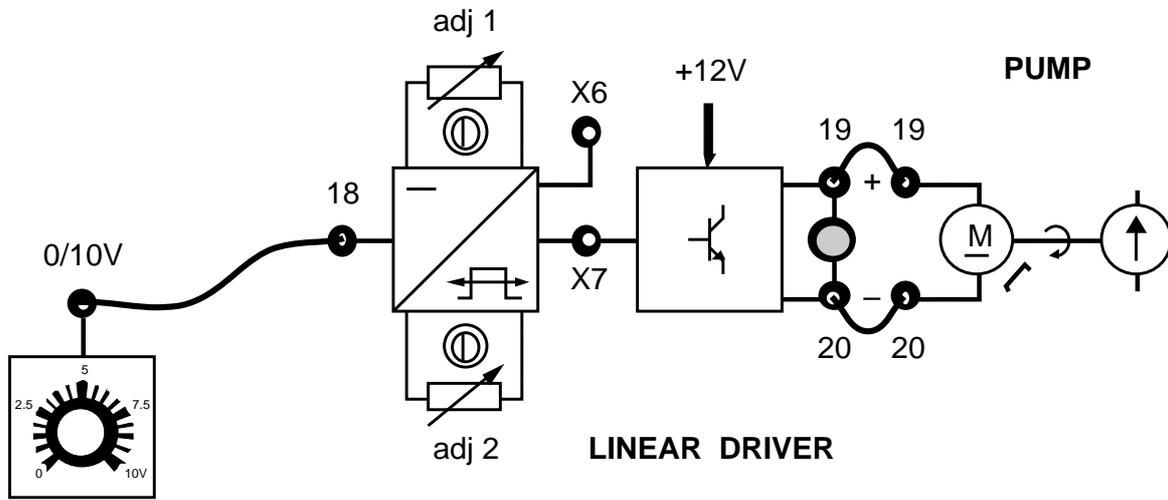
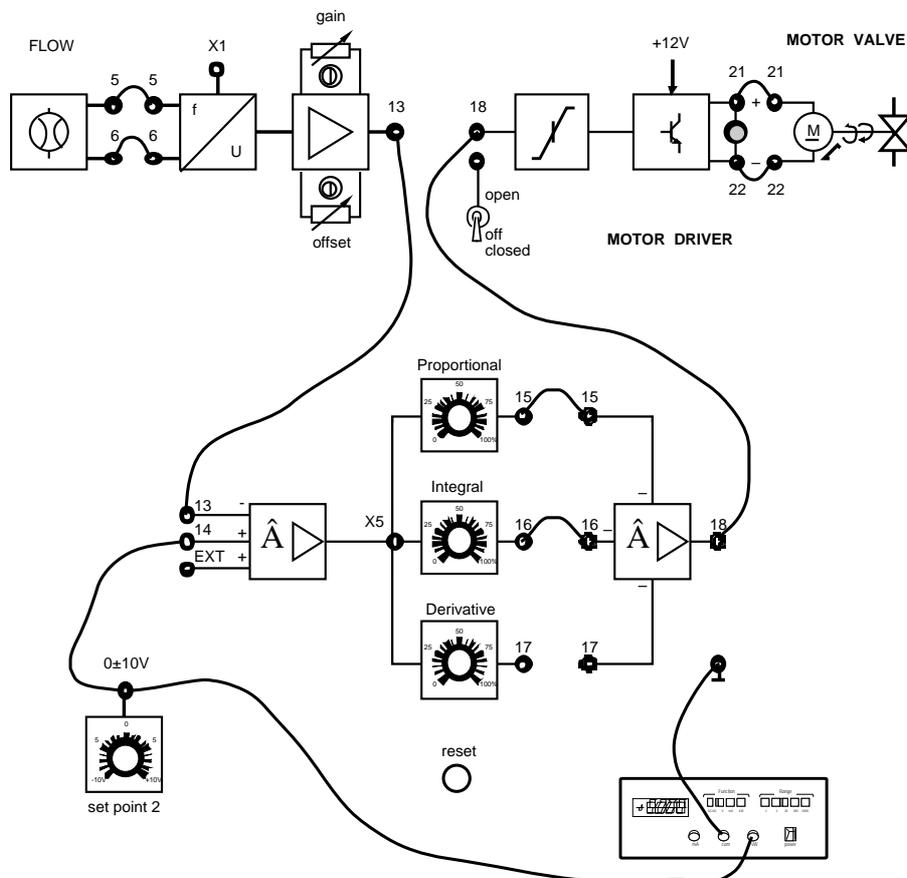

Fig. 15.1
Fig. 15.2
Una vez asegurado de que se conozcan los prerrequisitos, entrega a los alumnos el cableado del control (fig 15.1) y prepara el panel de simulación del proceso de la siguiente manera:
- 1) Conectar, mediante cables, el casquillo 19 del LINEAR DRIVER al casquillo 19 y el casquillo 20 al 20 (ficha 15.1 fig 15.1).
- 2) Conectar el casquillo del SET POINT 1 al casquillo 18 del LINEAR DRIVER (ficha 15.1 fig 15.1).
- 3) Apretar el interruptor general (ON).
- 4) Conectar el casquillo 5 del Sensor de capacidad al casquillo 5 de la respectiva interface y el casquillo 6 al 6 (ficha 15.1 fig 15.2).
- 5) Conectar el casquillo del SET POINT 2 al casquillo 14 del regulador PID y el casquillo 13 del interface del sensor de capacidad al casquillo 13 del regulador PID (ficha 15.1 fig 15.1).
- 9) Conectar el casquillo 21 del MOTOR DRIVER al casquillo 21 y el casquillo 22 al casquillo 22 (ficha 15.1 fig. 15.2).